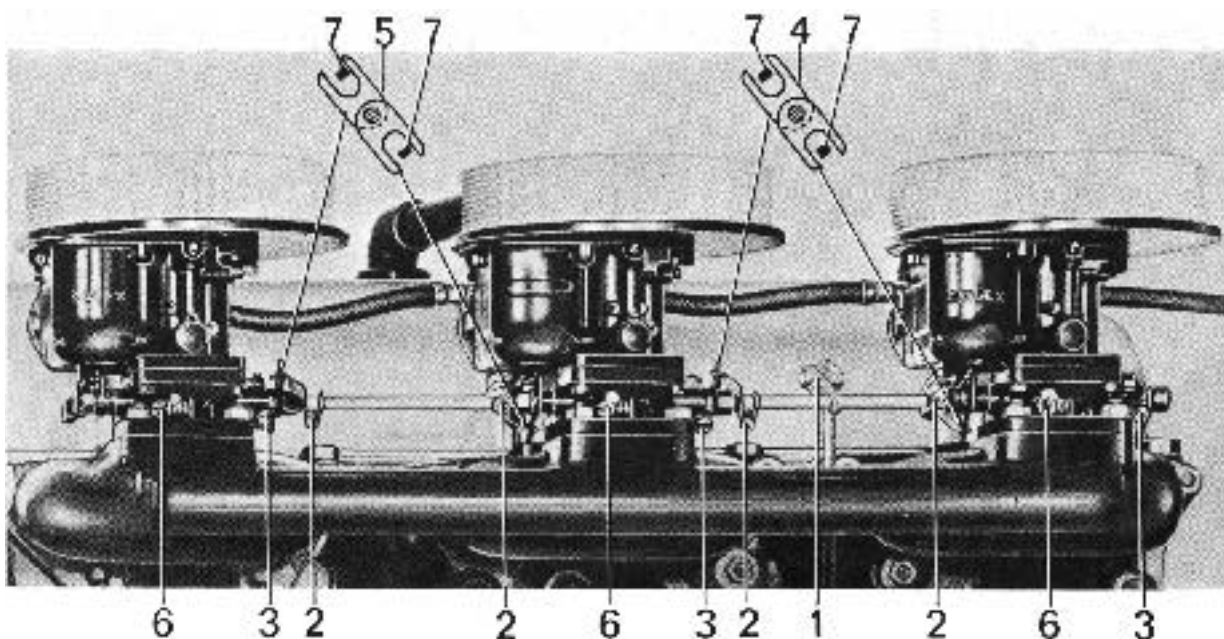

Bild F10 3 st synkroniserade Solex förgasare (AQ170A,B,C)
1. AQ130C: Lossa klämmuttern för en av hävarmarna (2) bild F10.